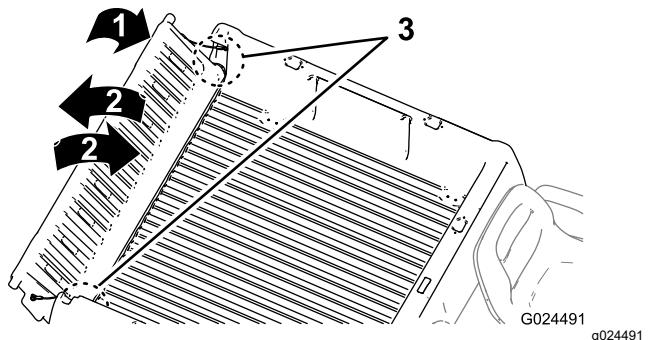

Bild 17
2. Drehen Sie die Heckklappe auf eine ungefährre Stellung von 45° (Bild 17).
3. Drehen Sie die Heckklappe mehrmals mit kurzen, schüttelnden Bewegungen (Bild 17).